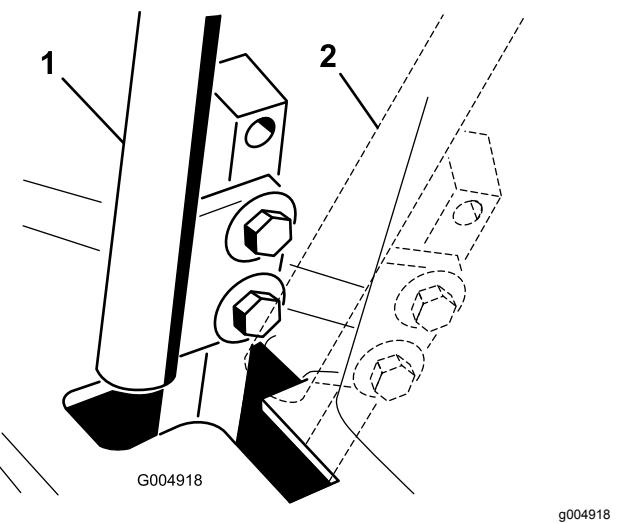

図 50
4. コントロールレバーをニュートラル位置にするロック位置にはしない図 50。
6. コントロールレバーと、コンソールのノッチとの位置関係を見る図 50。